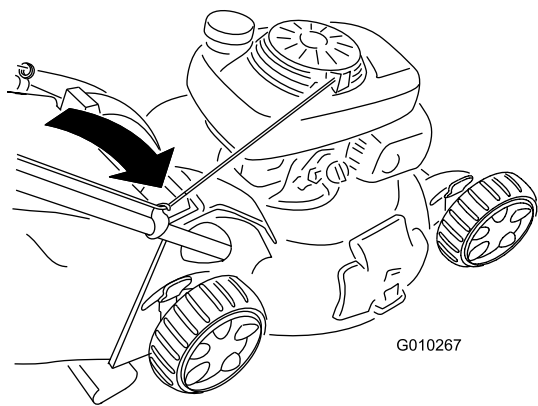

Рисунок 29
2. Проложите трос стартера вокруг нижней направляющей троса (Рисунок 29).